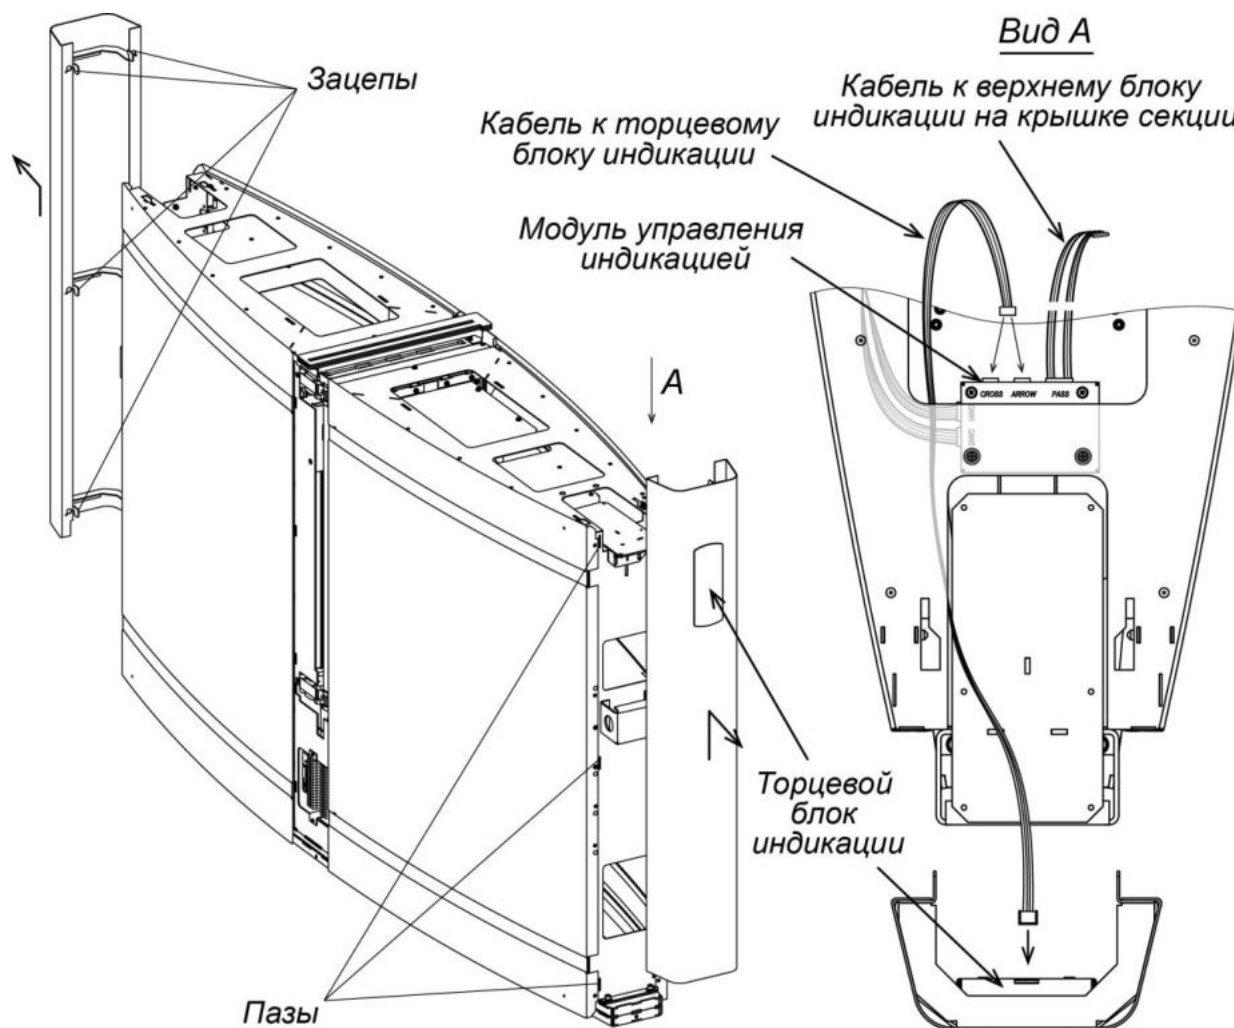

Рисунок 19. Демонтаж торцевой панели
- Демонтируйте торцевые панели (7) (см. разд. 8.7.1, рис. 19). Будьте аккуратны, не повредите соединительный кабель торцевого блока индикации (8)!
21. Распакуйте створки стеклянные (1), стекла заполнения (2), стеклянные крышки секций (3), центральные вставки (4) и боковые панели (6) (ящики №2, №4).
- Установите торцевые панели (7) (см. разд. 8.7.1, рис. 19). Панель с торцевым блоком индикации (8) должна монтироваться со стороны секции с модулем управления индикацией, при этом к торцевому блоку индикации необходимо подсоединить соответствующий соединительный кабель от модуля управления индикацией (см. рис. 19). Для отображения на торцевом блоке индикации белой стрелки соединительный кабель должен быть подключен к разъему **ARROW** модуля управления индикацией, для отображения красного креста – к разъему **CROSS**.
- Смонтируйте стеклянные крышки (3) (см. разд. 8.7.8, рис. 26), крышка с верхним блоком индикации (5) должна монтироваться со стороны секции с модулем управления индикацией, предварительно к верхнему блоку индикации необходимо подсоединить соответствующий соединительный кабель от модуля управления индикацией (см. рис. 19).
1. Сдвиньте панель вверх вдоль торцевой стороны секции для вывода её из зацепов (допускается в качестве рычага использовать большую плоскую отвертку, вставленную в щель снизу панели), после чего аккуратно отведите её от секции (см. рис. 19) на расстояние около 10 см. Будьте осторожны и не повредите соединительный кабель!
Крышки с верхним блоком индикации должны устанавливаться со стороны секции с модулем управления индикацией, предварительно к верхнему блоку индикации необходимо подсоединить соответствующий соединительный кабель от модуля управления индикацией, см. рис. 19 и 26.